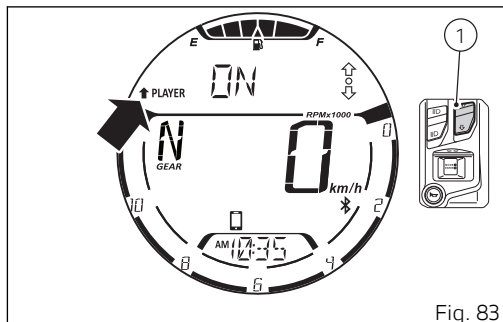

Fig. 83
Si el reproductor de música antes estaba activo (ON) y se ha abandonado el control para pasar a otras funciones, para volver a activar los controles del reproductor de música es preciso visualizar en el menú la función "Gestión del reproductor de música (PLAYER)" y presionar durante 2 segundos el pulsador (1) (Fig. 83).